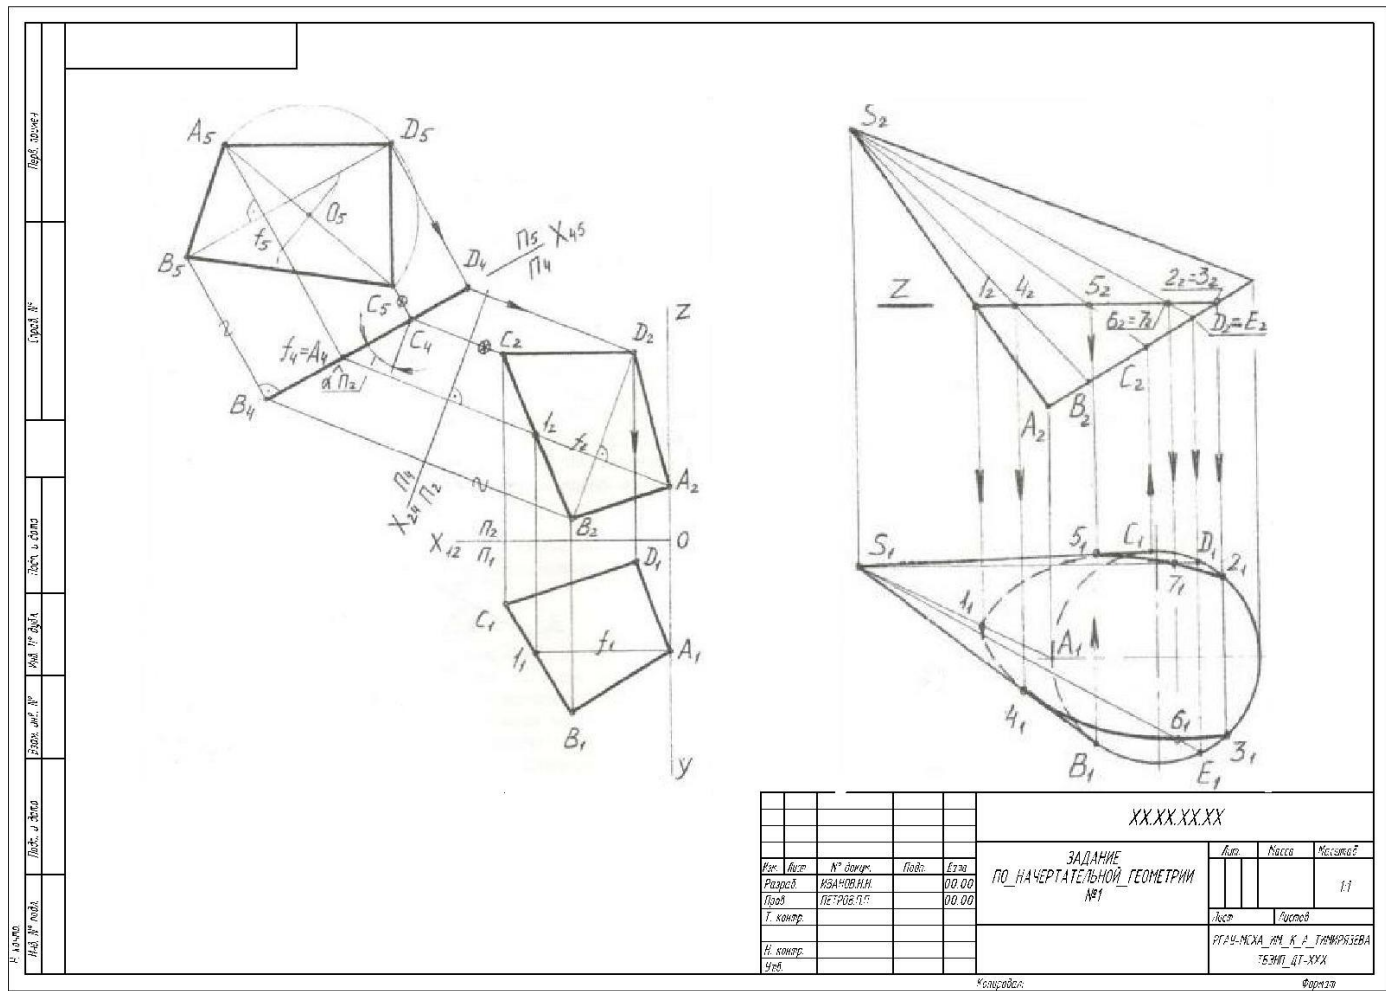

Рис. 1. Образец выполнения задания №1 по теме «Инцидентность точки, линии поверхности»
**Тема 1:** «Инцидентность, точки, линии, поверхности». (рис.1)